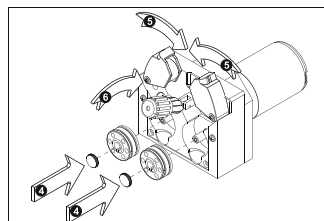

Figura 15: Inserir As Bobinas De Alimentação De Arame
- Após inserir as bobinas que você usará, reinstale os parafusos e abaixe as bobinas e levante as bobinas e trave-as nas bobinas. (Figura 15).